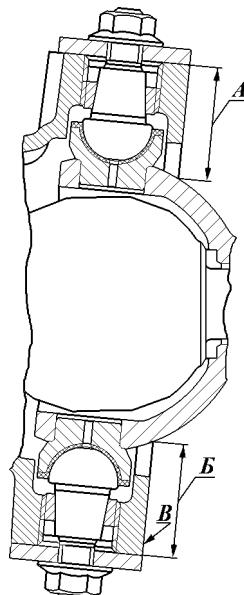

Рис. 9.14. Регулировка затяжки шаровых шкворней поворотного кулака
2. Заворачивайте зажимные втулки до упора шкворней во вкладыши с обеих сторон, обеспечив при этом равенство размеров А и Б (рис. 9.14) от торцев корпуса 8 (см. рис. 9.12) поворотного кулака до сферы шаровой опоры 17. Допускается неравенство размеров А и Б не более 0,2 мм. Для получения достаточной точности измерение размеров А и Б следует проводить в плоскости В (см. рис. 9.14).
Неравенство размеров А и Б (см. рис. 9.14) должно быть не более вышеуказанной величины (0,2 мм).